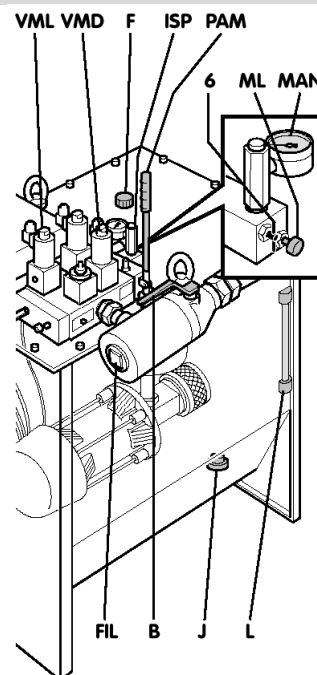
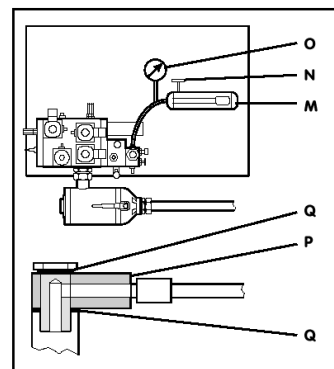

Fig. 1.3.1- Pump unit Scheme
Fig. 1.3.2 - Componenti centralina interessati alla prova a due volte la pressione statica
Czynności: (patrz rys. 1.3.1)
Aby właściwie przeprowadzić niniejszy test, postępuj według poniższych instrukcji, patrz również rys. 1.3.1 i 1.3.2:
- Zamknij zawór ciśnieniomierza (6)
- Zamknij zawór kulkowy (B).
- Podłącz pompkę ręczną (M) na miejsce ciśnieniomierza (G1/4) jak pokazuje rys. 1.3.2.
- Otwórz zawór ciśnieniomierza (6)
- Otwórz zawór kulkowy (B).
- Otwórz zawór pompki ręcznej (N) na około 1 minutę.
- Zamknij zawór pompki ręcznej (N).
- Zamknij zawór kulkowy (B)
- Pompuj pompką ręczną aż do osiągnięcia wymaganego ciśnienia, sprawdź to na ciśnieniomierzu pompki (O)
- Pod koniec testu, zredukuj ciśnienie do zera naciskając przycisk na (VMD) (patrz rys. 1.3.1), używając odpowiedniego wkrętaka.
- Odłącz pompkę ręczną (M)